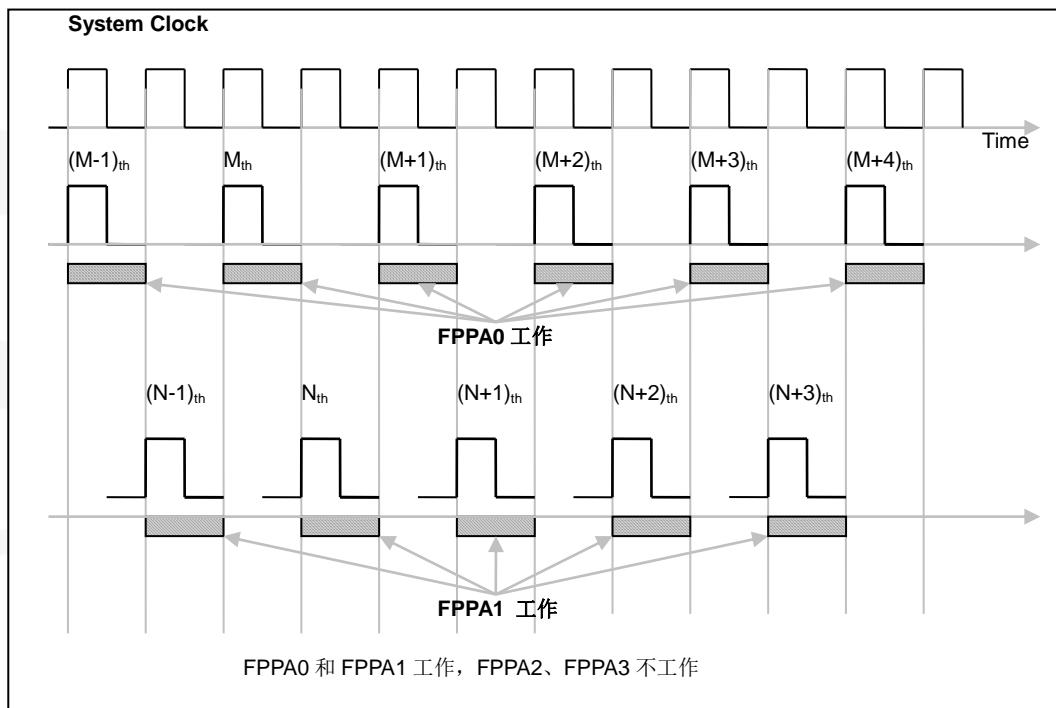

图 3：2-FPPA 单元架构以及基本时序
*pmode=0* 时，会将带宽仅分配给两个 FPPA 单元，时序图如图 3 所示。每个 FPPA 单元具有整个系统一半的计算能力，例如，如果系统时钟为 8MHz，FPPA0 和 FPPA1 将分别在 4MHz 时钟下工作。